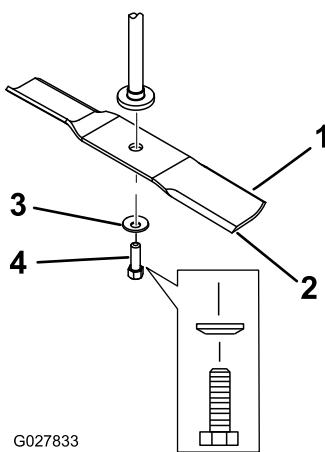

Figura 51
- Retire del eje el perno de la cuchilla, la arandela curva y la cuchilla (Figura 51).
- Instale la cuchilla en el eje (Figura 51).
- Instale la arandela curva (con la copa hacia la cuchilla) y el perno de la cuchilla (Figura 51).